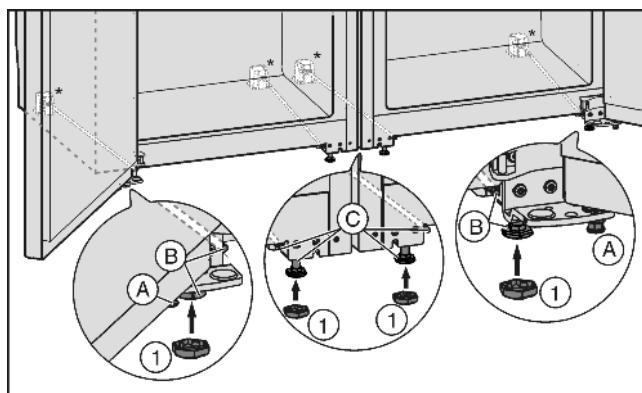

Fig. 4
- Ggf. Stellfüße Fig. 4 (A) vorn an beiden Geräten ganz eindrehen, so dass kein Bodenkontakt besteht.
- Kappen Fig. 4 (1) auf die vier vorderen Stellfüße stecken.
- Mittlere Stellfüße Fig. 4 (C) eindrehen, so dass kein Bodenkontakt besteht.
- Kombination über die äußeren Stellfüße Fig. 4 (B) ausrichten.
- Mittlere Stellfüße Fig. 4 (C) wieder absenken, bis sie den Boden berühren.
- Danach Tür abstützen: Stellfüße Fig. 4 (A) am Lagerbock absenken, bis sie auf dem Boden aufliegen, dann 90° weiter drehen.